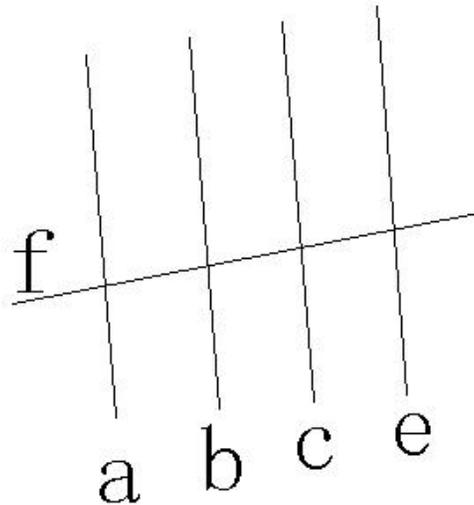

图 17.1
- (1) 用该工具在需要剪断的线上单击, 线变色, 再单击非关键点;
- (2) 如果选中的点是关键点(如等份点或两线交点或线上已有的点), 直接在该位置单击, 则不弹出对话框, 可直接从该点处断开。
- (3) 剪断多条线操作: 如图 17.1 用线 f 剪断线 a、b、c、e。按 SHIFT 键, 左键框选线 a、b、c、e 后击右键, 再单击线 f 即可。
- (4) 连接操作: 框选或分别依次单击需要连接的线, 单击右键即可。